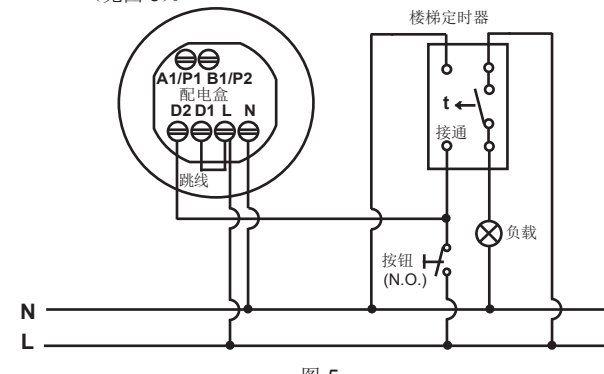

图 5
- 一个传感器控制楼梯定时器 (将时间旋钮设置为“开”) (见图 5)。